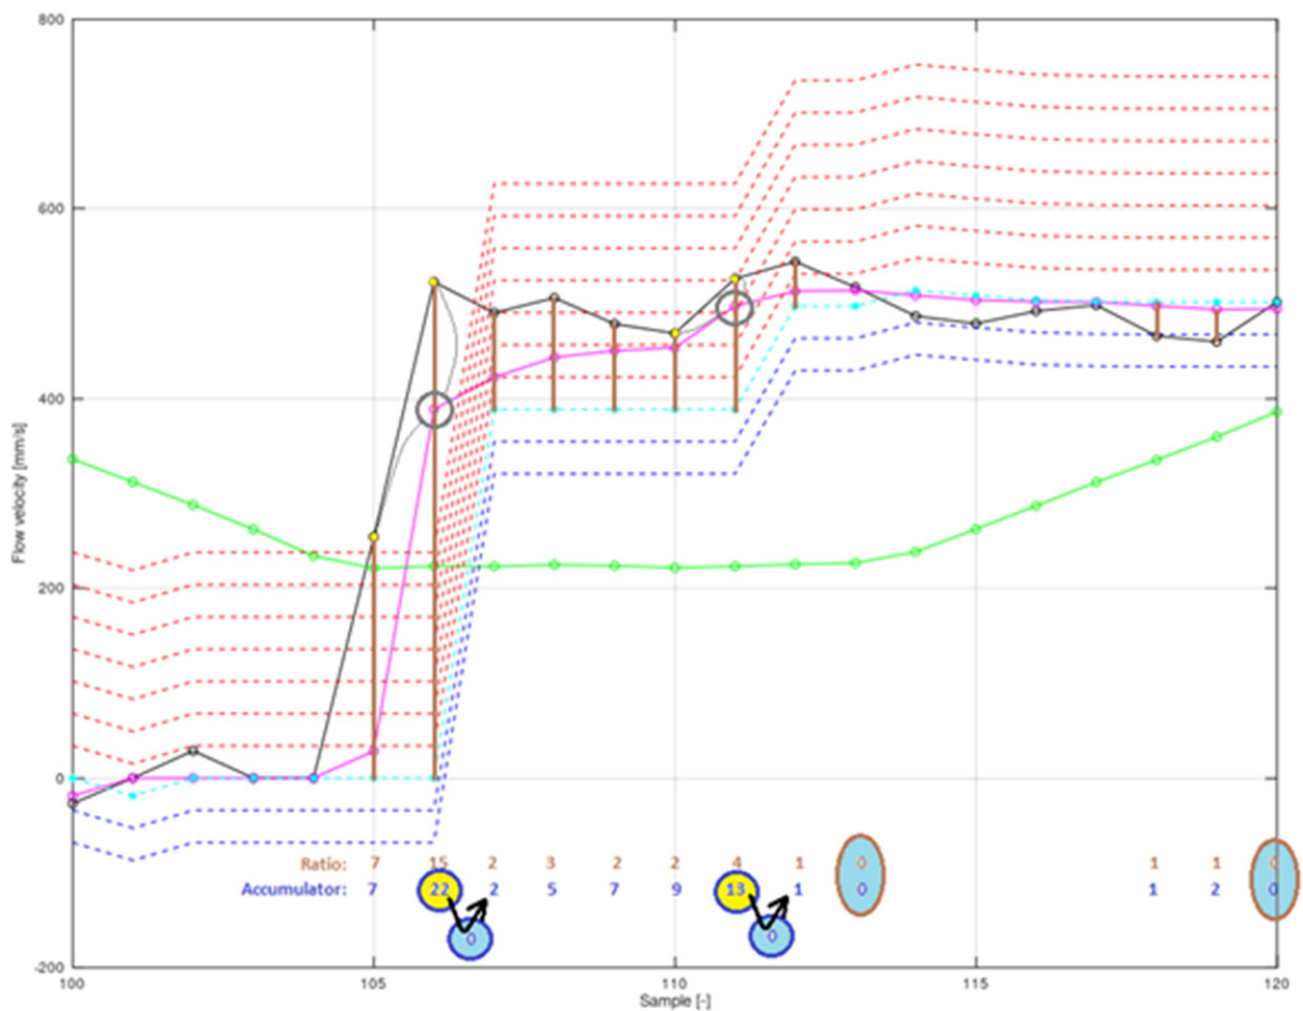

Figura 37: Gráfico de procesamiento y filtrado de la velocidad del flujo durante la transición de cero a 500 mm/s
Para explicar con más detalle la funcionalidad del filtro de promedio móvil avanzado, consulte la Figura 37. La leyenda del gráfico es la siguiente:
En la Figura 37, se demuestra el promedio móvil estándar y el filtrado de promedio móvil avanzado durante una transición de flujo verdadero desde el estado de agua estancada (bomba apagada, flujo cero) a un flujo constante de aproximadamente 500 mm/s (bomba encendida). La frecuencia de muestreo se fijó en 15 s (modo de batería recomendado) y el sensor de flujo utilizado fue DN50. La curva negra muestra la velocidad de flujo medida sin filtrar, la curva verde corresponde a la filtración por el promedio móvil estándar (MA) con una longitud de ventana de 10. La curva magenta muestra la aplicación del filtro de promedio móvil avanzado (AMA) con una longitud de promedio móvil de 10, y factor de aceleración de 10. El gráfico demuestra la estabilización del flujo medido y filtrado por el AMA. El MA estándar no es adecuado para tal aplicación, el asentamiento de transición es demasiado largo. El asentamiento de AMA es relativamente corto, alrededor de dos muestras, si la longitud de la ventana de error es pequeña.